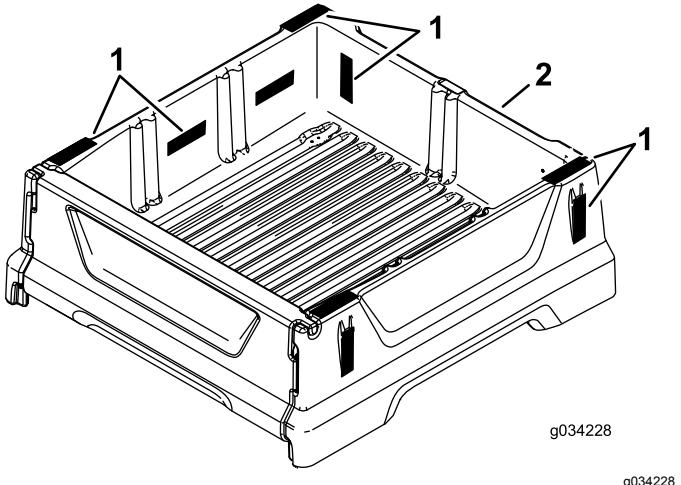
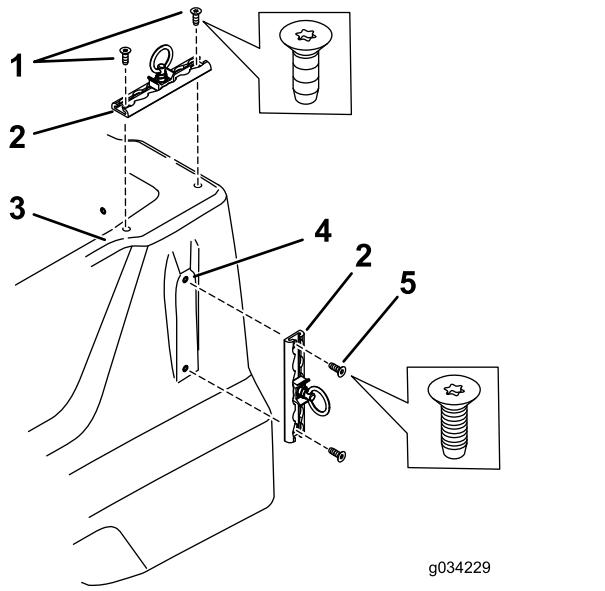

Figura 2
Figura 3
- Collegate la staffa nelle posizioni indicate dalla Figura 2 con 2 viti (Figura 3).